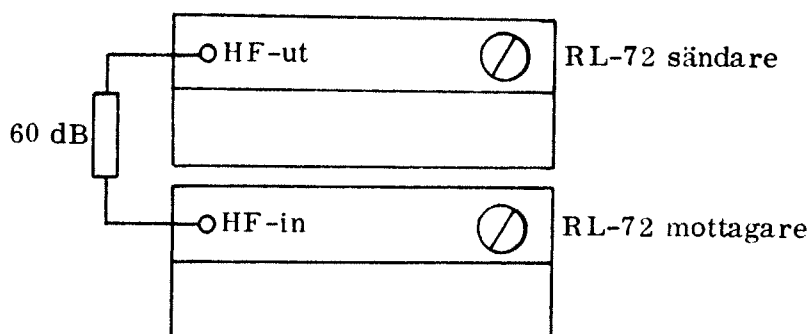

Bild 2
- Avstäm sändaren och mottagaren till samma frekvens. Koppla ihop sändaren och mottagaren över en 60 dB dämpning enligt bild 2.